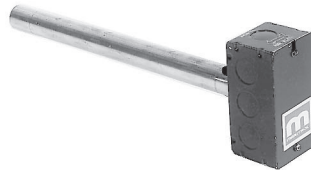

Figure 8. Ensemble capteur et tube de mélange
- Pour les unités avec ensemble capteur et tube de mélange (voir Figure 8), enlever le panneau d'accès aux conduits, glissez le tube de mélange dans le conduit et fixez le capteur.